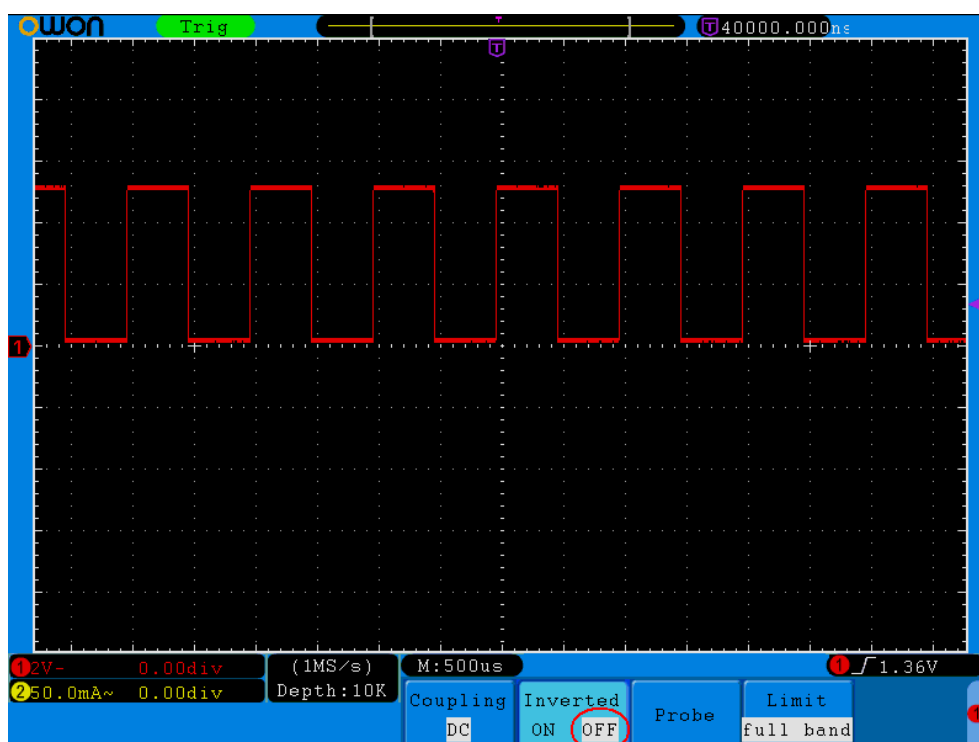

Рисунок 5-5 Осциллограмма сигнала без инверсии
- (3) С помощью кнопки **H2** установите **OFF** для выключения инверсии (см. рис. 5-5).